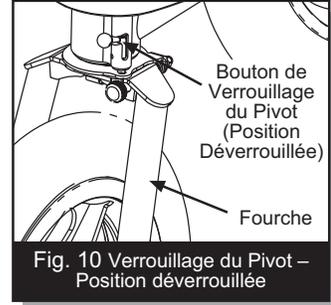
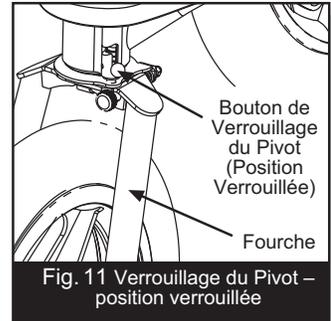

Fig. 10 Verrouillage du Pivot – Position déverrouillée
Fig. 11 Verrouillage du Pivot – position verrouillée
**6 DISPOSITIF DE VERROUILLAGE DU PIVOT:** Vous avez le choix entre deux modes d'utilisation de votre nouvelle poussette Révolution. La poussette peut être utilisée en tant que poussette à roue pivotante (mode pivot) lorsque le bouton de verrouillage est en position déverrouillée (Fig. 10). Ou bien, la poussette peut être utilisée en tant que poussette à roue fixe (mode jogging) lorsque le bouton de verrouillage est en position verrouillée (Fig. 11). Pour changer du mode de roue pivotante à celui de roue fixe, soulevez et faites monter le bouton de verrouillage (Fig. 10) vers le haut et jusqu'au bout à droite. Laissez ensuite retomber le bouton, qui se remettra en position automatiquement. Vous pouvez maintenant utiliser votre poussette en mode de roue fixe. Pour remettre votre poussette en mode pivot, soulevez le bouton et tournez-le vers la gauche. Cette action libérera la fourche et la poussette pourra dès lors être utilisée en mode pivot.